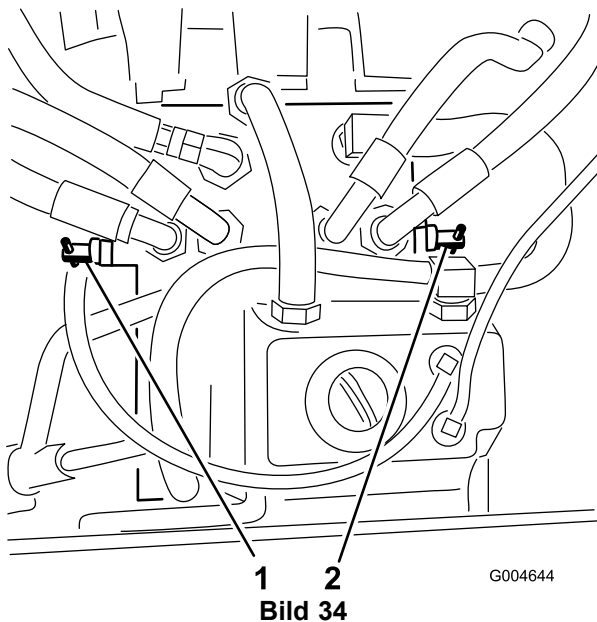

Bild 34
3. Drehen Sie jedes Sicherheitsventil eine Umdrehung nach links (Bild 34).
Drehen Sie jedes Sicherheitsventil um eine Umdrehung nach rechts und ziehen Sie sie mit der Hand fest (ungefähr auf 8 Nm) (Bild 34).